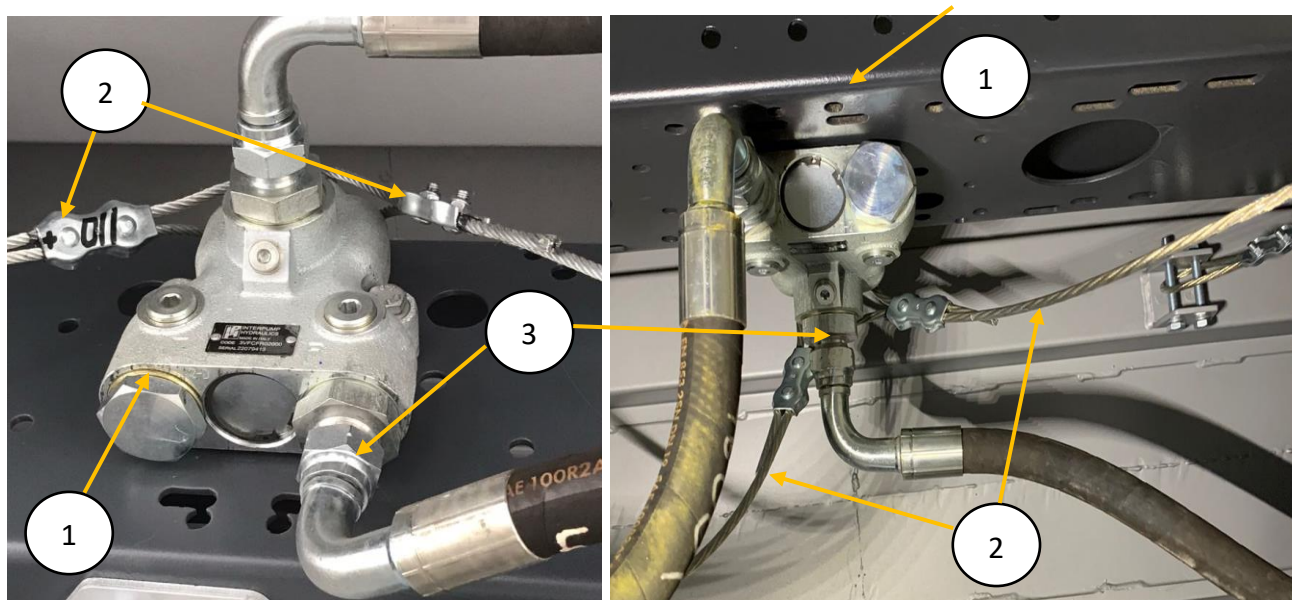

Рис. 1.16 Ограничитель хода
Ограничитель хода (1) выполняет функцию запорного механизма и концевого клапана, он обеспечивает безопасную остановку полуприцепа при опрокидывании кузова и запор гидромагистрали тягача при расцепке с полуприцепом. Ограничитель хода, приводимый в действие тяговым усилием стального троса (2) (рис. 1.16), срабатывает, закрывая клапан гидромагистрали (3) останавливая подаваемое масло, когда угол кузова достигает максимального значения